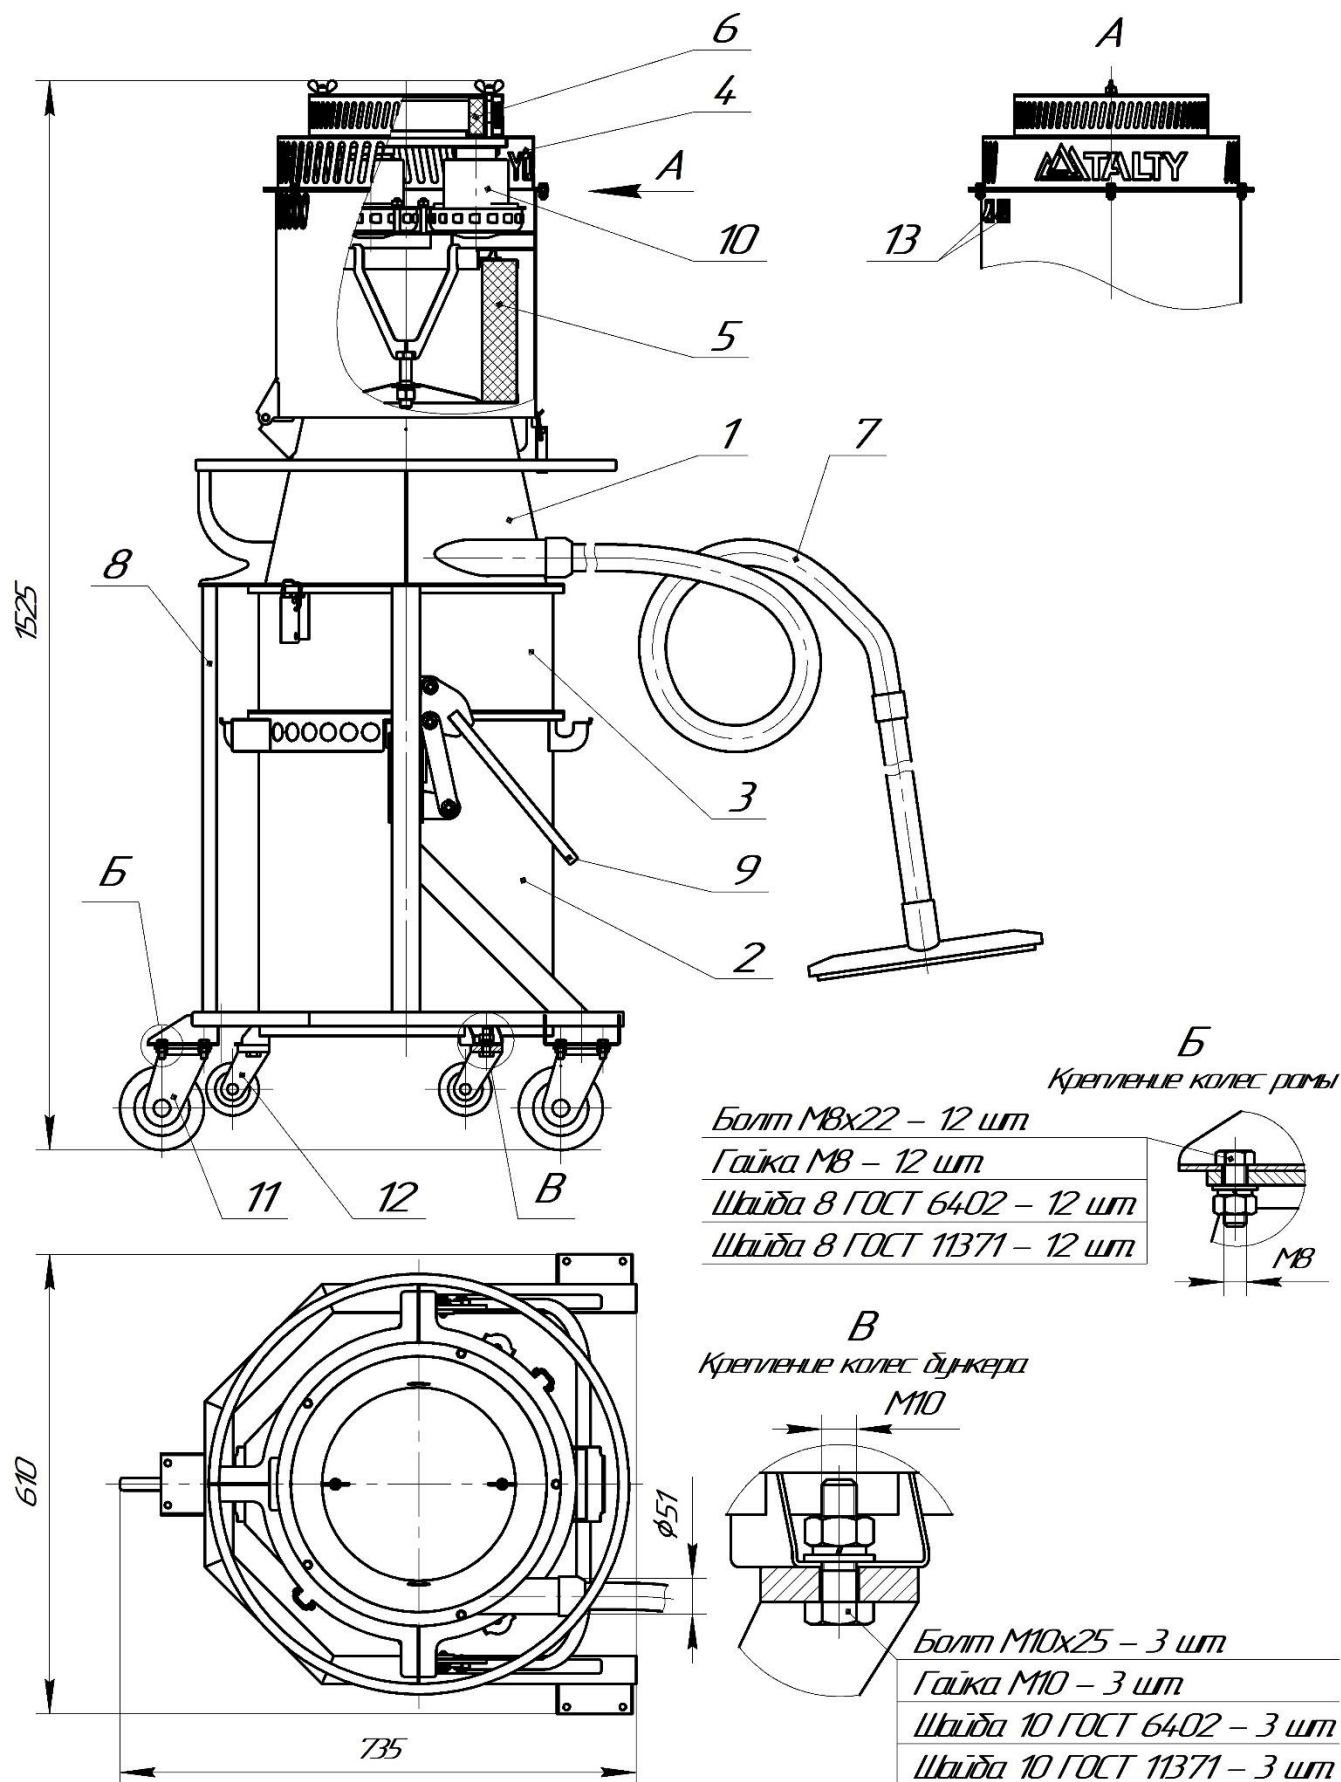

Рисунок 1 – Общий вид промышленного пылесоса ПП-ТЗ
2.1. Общий вид и габаритные размеры пылесоса ПП-ТЗ приведены на рис.1.
3.1. Пылесос ПП-ТЗ (рис.1) состоит из следующих составных частей: